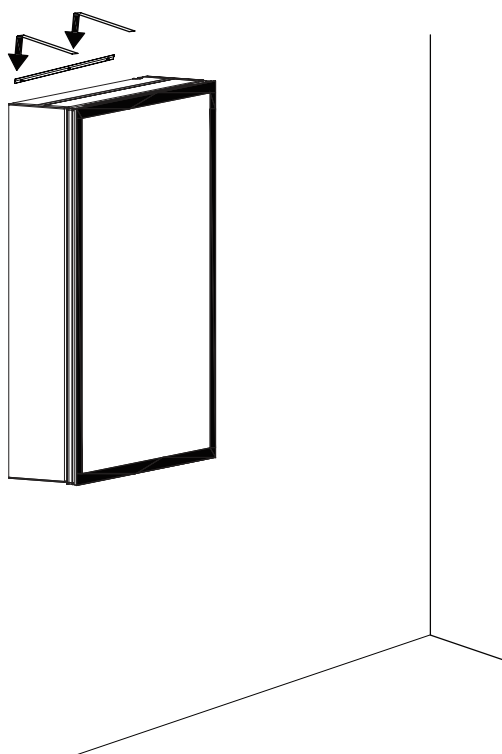

Fig. 7
2.3 Enfin, enclenchez l'interrupteur principal et vérifiez qu'il fonctionne normalement (Fig. 7)